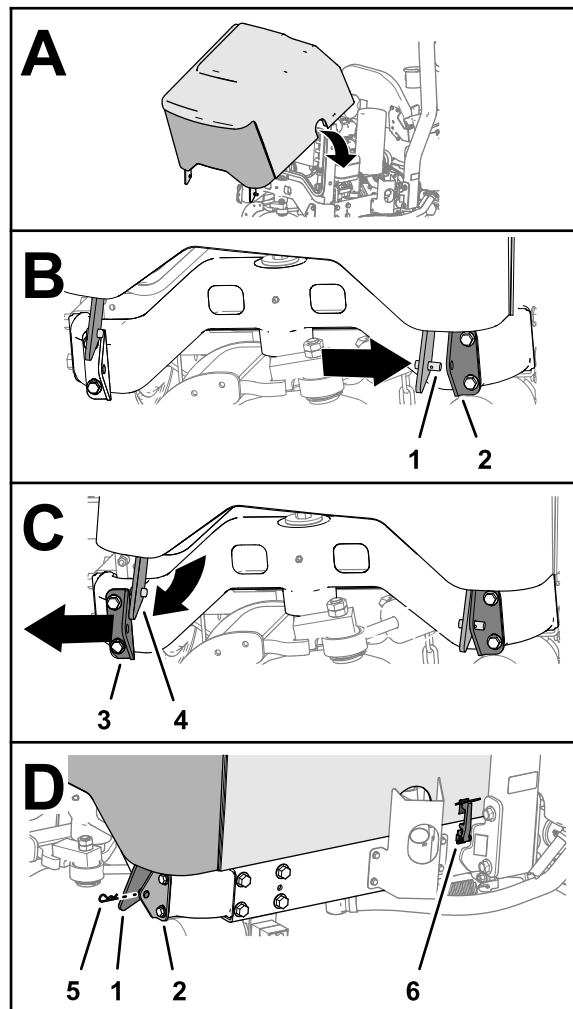

Bild 61
- Richten Sie die Motorhaube über dem Motor aus (Bild 61).
- Stecken Sie den Stift der rechten Motorhauben-Schwenkhalterung in das Loch in der rechten Motorhaubenstütze und bewegen Sie die Haube nach rechts (Bild 61).
- Richten Sie den Stift der linken Motorhauben-Schwenkhalterung auf das Loch in der linken Motorhaubenhalterung Motorhaubenstütze aus und bewegen Sie die Haube nach links (Bild 61).
- Setzen Sie den Splint in den Stift der rechten Motorhauben-Schwenkhalterung ein (Bild 61).
- Befestigen Sie die Motorhaube mit dem beiden Riegeln (Bild 61).